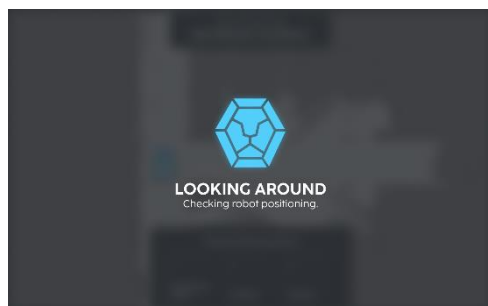

Fig. 5
5. Déplacez manuellement le robot vers une localisation sélectionnée sur la carte, puis sélectionnez le bouton de localisation. Attendez que le robot vérifie son environnement (Fig 5).